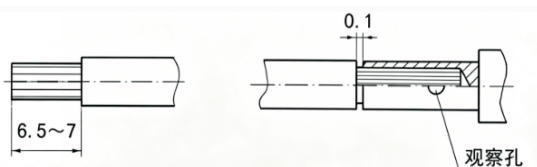

图4
①安装轴向定位器：把轴向定位器用六方扳手安装在压接钳上。
- ②轴向定位器的选择：轴向定位器的旋钮上安装着适用于不同接触件规格的定位器，
③径向定位选择：径向定位选择是通过调节旋转盘完成的，在旋转盘上刻有八个不同的刻度分别适合不同的接触件和适配导线的压接。
④压接操作步骤
A. 准备被压接件：按照表2所对应的接触件规格适配导线，剥去绝缘皮，长度6.5~7.0mm，将剥好的线芯塞入接触件的压线筒内，线芯应超过压线筒上的观察孔（如图4）。
- ①导线截面选择必须按照表2、表5的规定与对应的接触件匹配。
- ②剥线时要采用剥线钳剥线，并且不得损伤导线，更不允许导线出线断线，导线剥好后要经过质量检查；剥线长度符合图4的规定。
- ③压接钳调整好后要先空压两次，检查是否灵活无碍。
- ④严禁将大直径的接触件放在小规格的接触件的压接位置进行压接，以免手柄压不到闭合位置，此时若强力把手柄压到闭合位置将损坏压接钳。若发生此类现象，请与供应商联系维修。
- ⑤压接插孔接触件时必须分清压接部位，严禁将插孔接触端作为压接筒进行压接。
- ⑥压接时必须考虑适配的压接工具，不可使用不相配的压接工具压接。
- ⑦为保证生产的质量，建议在每批产品压接前用每把压接钳对每种规格接触件进行试压接（数量自定），并进行拉脱力试验，合格后再进行批量压接。
- ⑧压接现场必须保持洁净，导线剥好后方可逐个压接，并在压接过程中要使插头或插座连接界面用保护盖盖好，以免多余物进入。
- ⑨压接工具要定期检验，合格后方可使用。